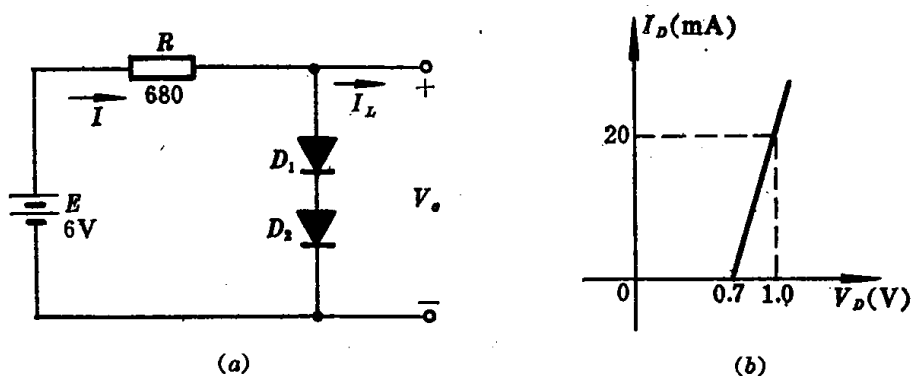

图 1. 22
1. 22 由两只二极管组成的低电压稳压电路及所用二极管的折线化特性曲线, 如图 1. 22(a) 和 (b) 所示。设所带负载极轻, 即 $I_L \approx 0$ 。